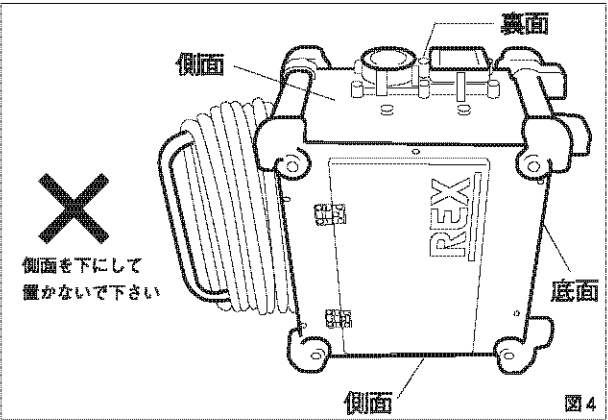

図 4
- ・コントローラの側面を下にして置かないでください。コントローラの過熱や泥水などが侵入しやすくなり、故障や事故などの原因となります。（図4）